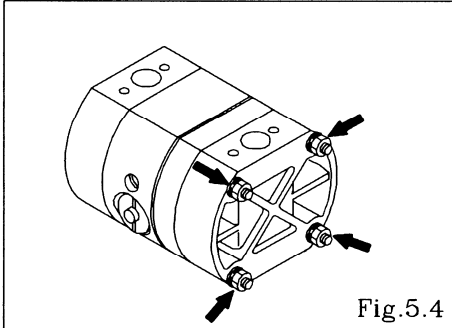

Fig.5.4
- Retire las 8 (12 en NDP-15) tuercas retenedoras de la cámara de salida y quite esta cámara. [Fig. 5.4]